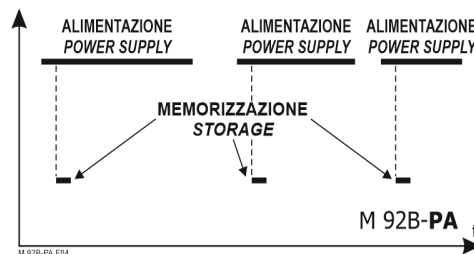

FIG. 4
2) con interruzione giornaliera (Fig. 4)